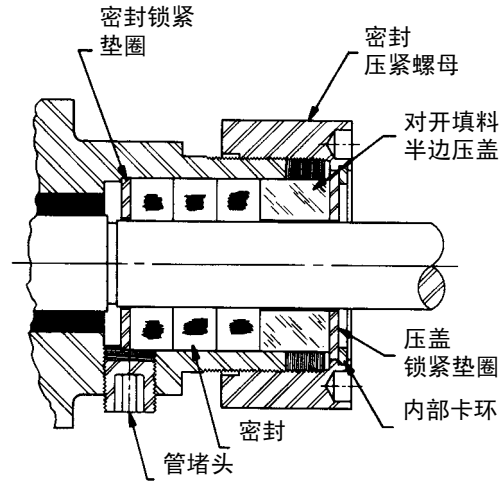

图4
6. 724 系列填料密封泵的余下拆卸步骤。（请参考图4）。
3. 724 系列的组装 (见图4)。